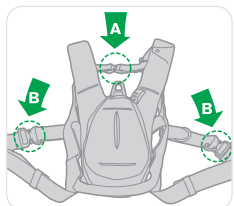
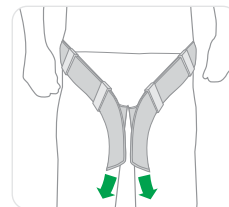

Figure 11
Figure 14
- Passez les bras dans les bretelles et attachez la boucle sternale (A) (voir Figure 11).
- Attachez les boucles des cuisses (B) (voir Figure 11). Réglez les sangles en les tirant à travers les boucles et en les réglant comme nécessaire pour obtenir un bon ajustage (voir Figure 14).